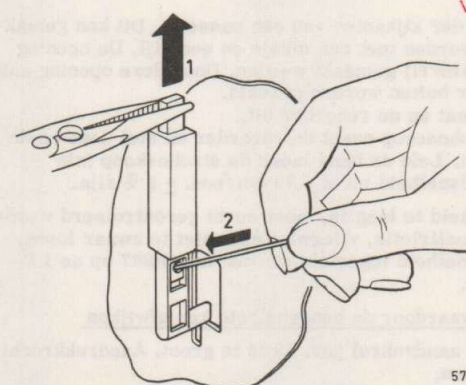

Fig. 16
- . Verwijder de aandrijfbeugel, schroeven (E) losdraaien (fig. 16).
Instellen van de opname/weergaveschakelaar (fig. 16)